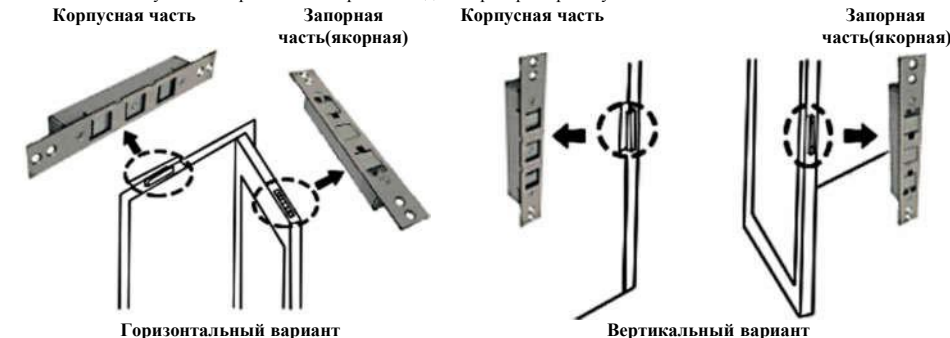

Рисунок 1 – Врезной тип крепления
5.1. Замок устанавливается в дверь в вертикальном или горизонтальном положении (рис.1). Для установки замка на дверь в горизонтальном положении необходимо заменить пружины в запорной (якорной) части замка (рис.4) на пружины из комплекта поставки. Корпусная часть монтируется в дверную коробку, запорная (якорная) часть в дверное полотно. Зазор между корпусом и запорной частью не должен превышать 3 мм.